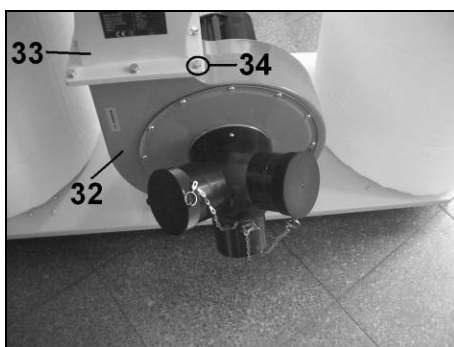

Fig 15
- Placez ensuite le connecteur de sortie (33) en positionnant bien le joint (31), puis fixez-le avec 6 ensembles vis hexagonale/rondelles/écrou (34) (Fig 15).